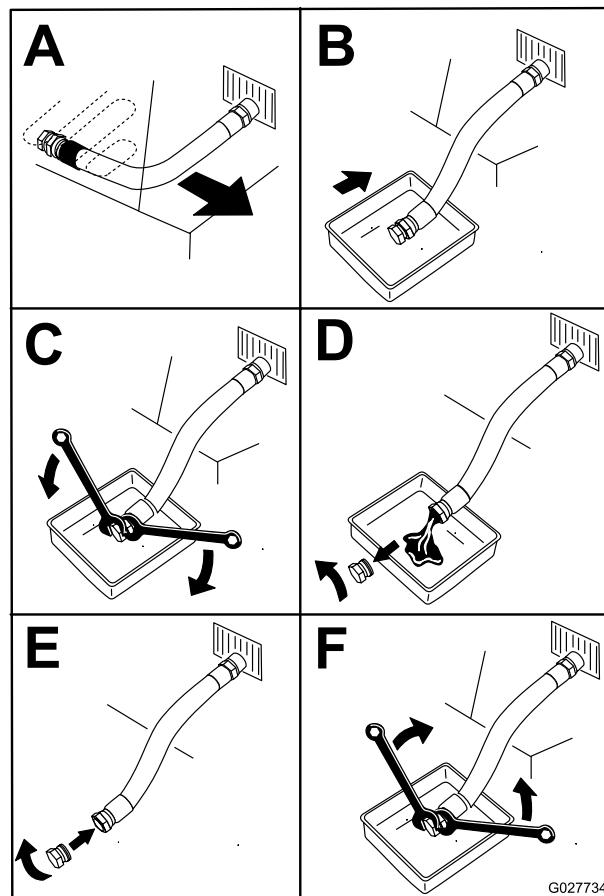

Figura 54
5. Drene el aceite del motor (Figura 54).